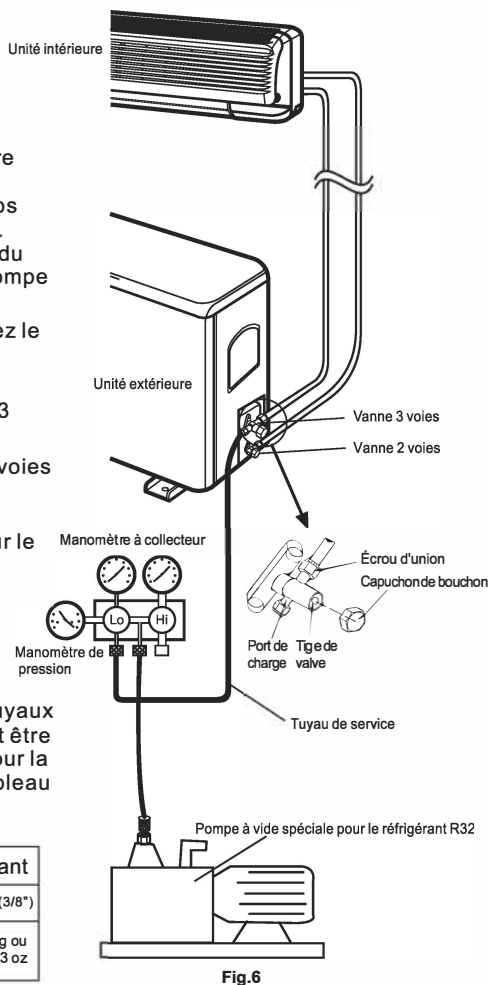

Fig.6
1. Vérifiez que les connexions des pipelines ont été correctement effectuées, retirez le capuchon du port de charge, et connectez le manomètre et la pompe à vide au clapet de charge à l'aide de flexibles de service comme illustré à la figure 6.